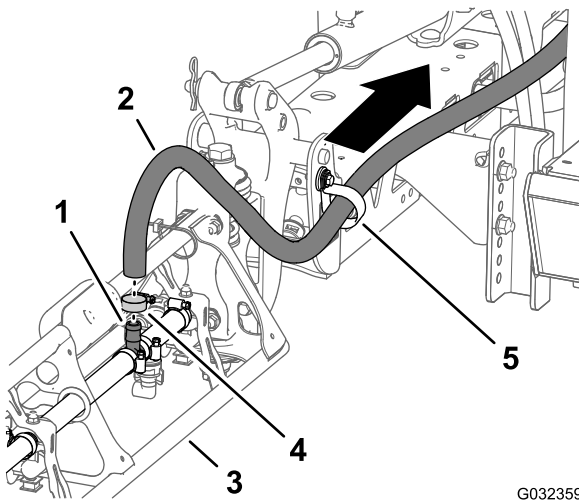

图42
1. 在外部喷洒臂段取下将喷洒臂段的供水软管固定到宝塔 T 形接头的软管夹 图42。
- 从 T 形接头上拆下软管 (图42)。
- 从 R 形夹上取下软管的自由端 (图42)。